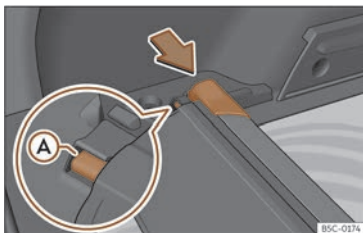

Fig. 178 Dans le coffre à bagages : logement pour ranger la plage enroulable.
- Appuyez sur la tête de la plage arrière enroulable dans le sens de la flèche jusqu'à l'insérer dans le logement prévu à cet effet >>> **fig. 178**. Assurez-vous que le patin (A) s'encastre dans le logement correspondant.